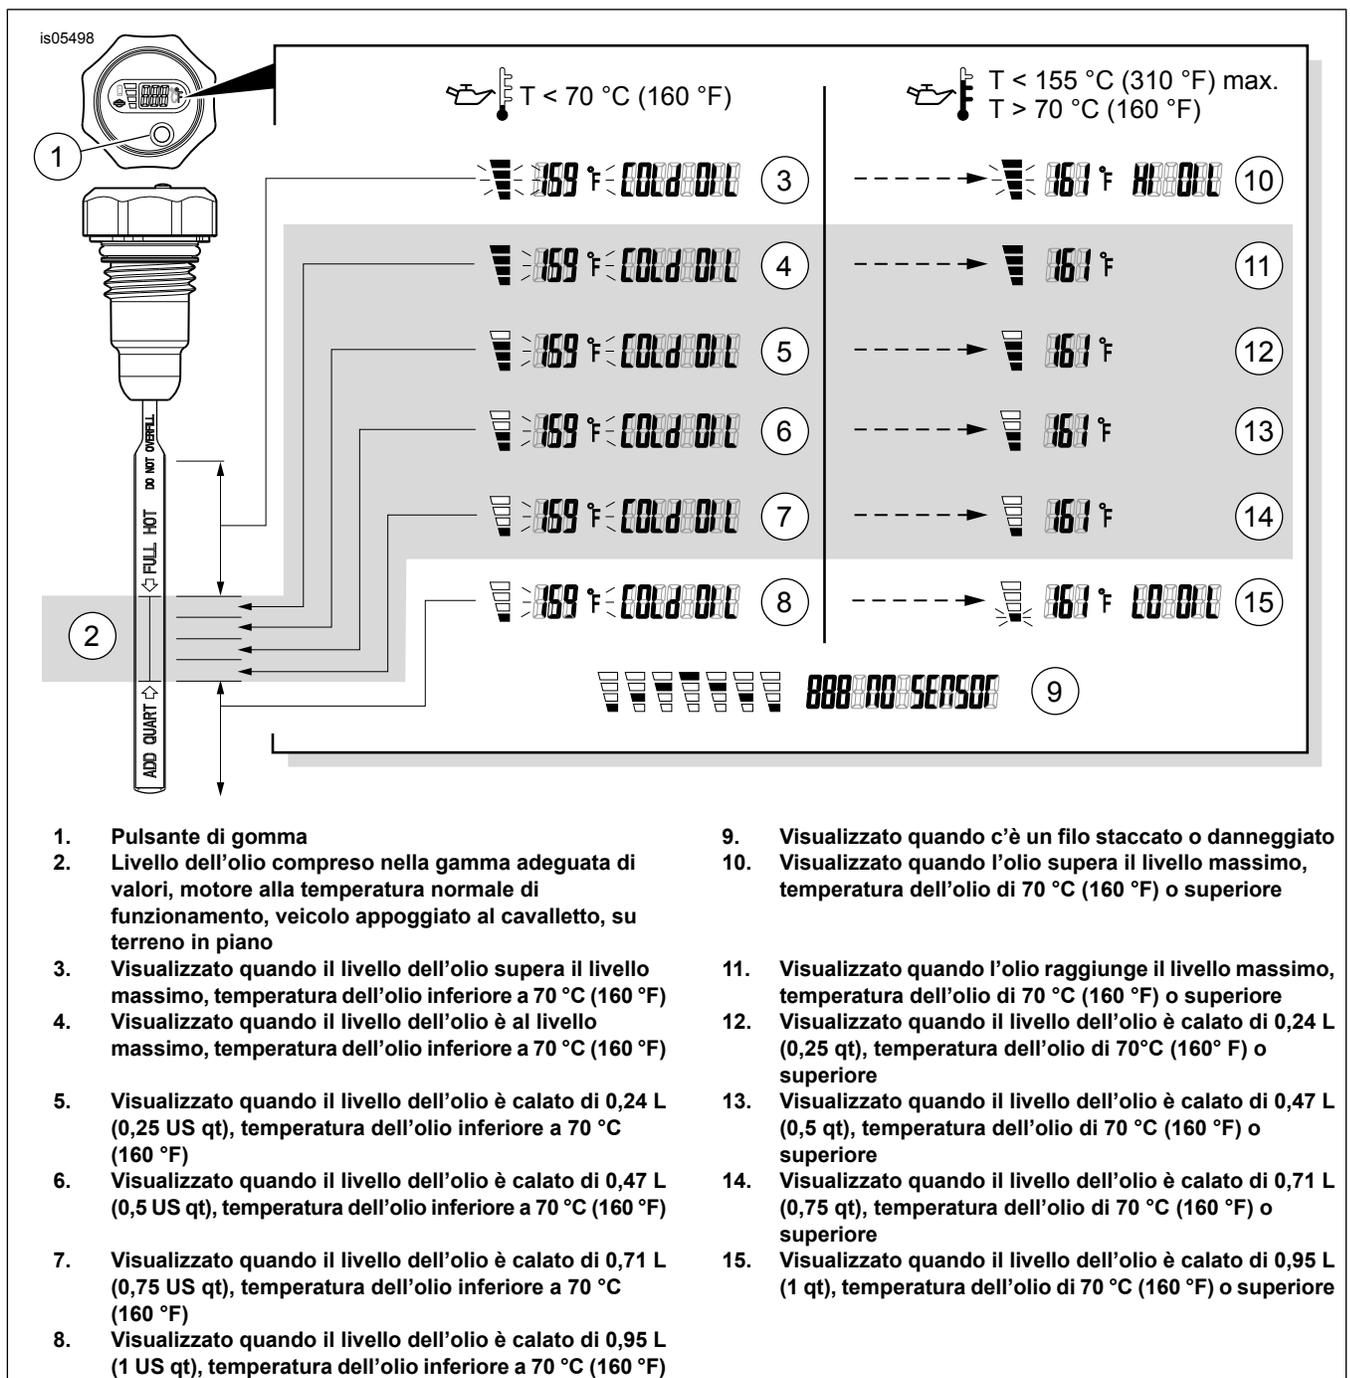

Figura 1. Astina di livello/temperatura dell'olio con display a cristalli liquidi (LCD)
Vedere Figura 1. Premere e rilasciare il pulsante di gomma sul frontale per visualizzare la temperatura dell'olio nel serbatoio in gradi Fahrenheit (°F), e il livello dell'olio. Il display si spegne automaticamente dopo 10 secondi.
- Il livello dell'olio deve corrispondere a quanto indicato in Figura 1, dalla schermata 4 alla 8 (barre indicanti il livello dell'olio, e messaggio "COLD OIL" [olio freddo] seguito dalla temperatura dell'olio lampeggiante) a motore freddo. **NON AGGIUNGERE OLIO** per portare il livello all'altezza del contrassegno FULL (pieno) in un motore FREDDO.
- Premere e rilasciare il pulsante di gomma sul frontale dell'astina di livello/temperatura dell'olio con display a cristalli liquidi (LCD) per visualizzare la temperatura e il livello dell'olio nel serbatoio. Il livello dell'olio deve corrispondere a quanto indicato in Figura 1, schermata 11, 12, 13 o 14.